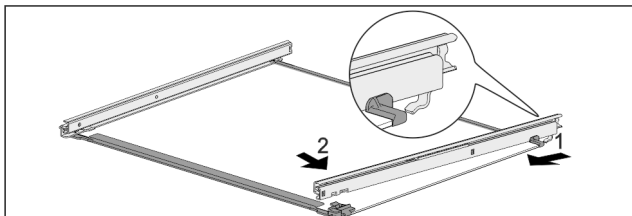

Fig. 53 Sklenená doska s koľajničkami
- ▶ Zaháknite koľajničku vzadu. Fig. 53 (1)
- ▶ Zaklapnite koľajničku vpredu. Fig. 53 (2)